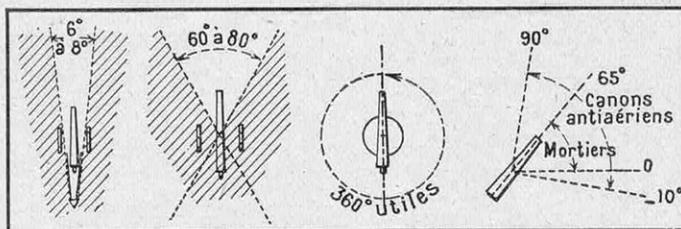

FIG. 3. — LES CHAMPS DE TIR HORIZONTAUX ET VERTICAUX DE DIVERS MATÉRIELS D'ARTILLERIE
petits champs de tir en direction, atteignant rarement 8° . Dans les solutions modernes, pour les canons à flèche ouvrante, les champs de tir en direction atteignent 60° et même quelquefois 90° (fig. 3). Le champ de tir de 360° apporte un bouleversement complet de l'organisation du matériel, qui doit posséder un axe vertical (2).